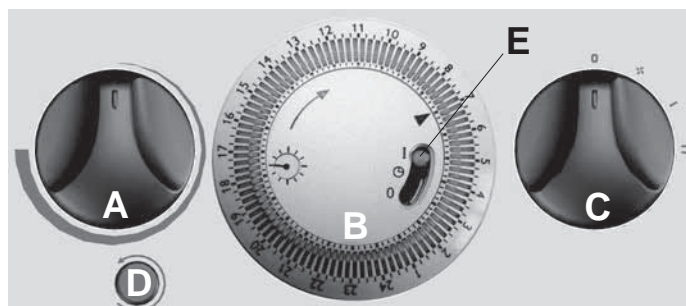
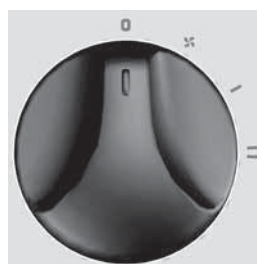

fig. 1
fig. 2
- Assicurarsi che il riferimento "I" della manopola "C" (fig. 1) sia allineato al simbolo "o" presente sul pannello comandi (fig. 2); verificare inoltre che il selettore "E" del timer (fig. 1) sia in posizione "I".
- *Ensure that the reference mark "I" on knob "C" (fig. 1) is aligned with the "o" symbol on the control panel (fig. 2); also check that the timer selector "E" (fig. 1) is in "I" position.*
- S'assurer que la référence "I" de la molette "C" (fig. 1) est alignée sur le symbole "o" présent sur le pupitre de commande (fig. 2); s'assurer par ailleurs que le sélecteur "E" du temporisateur (fig. 1) est en position "I".